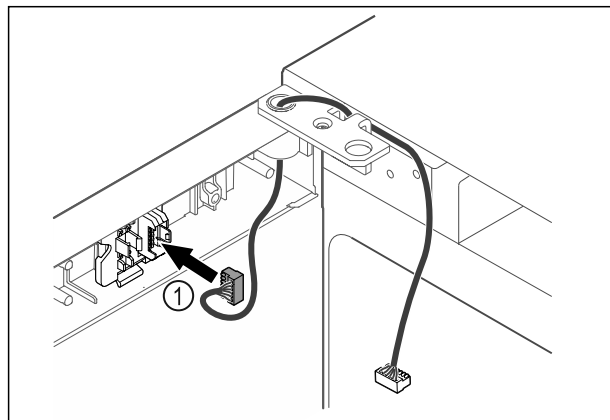

Fig. 42
- ▶ Dugja be a dugót Fig. 42 (1) a dugófoglatba.